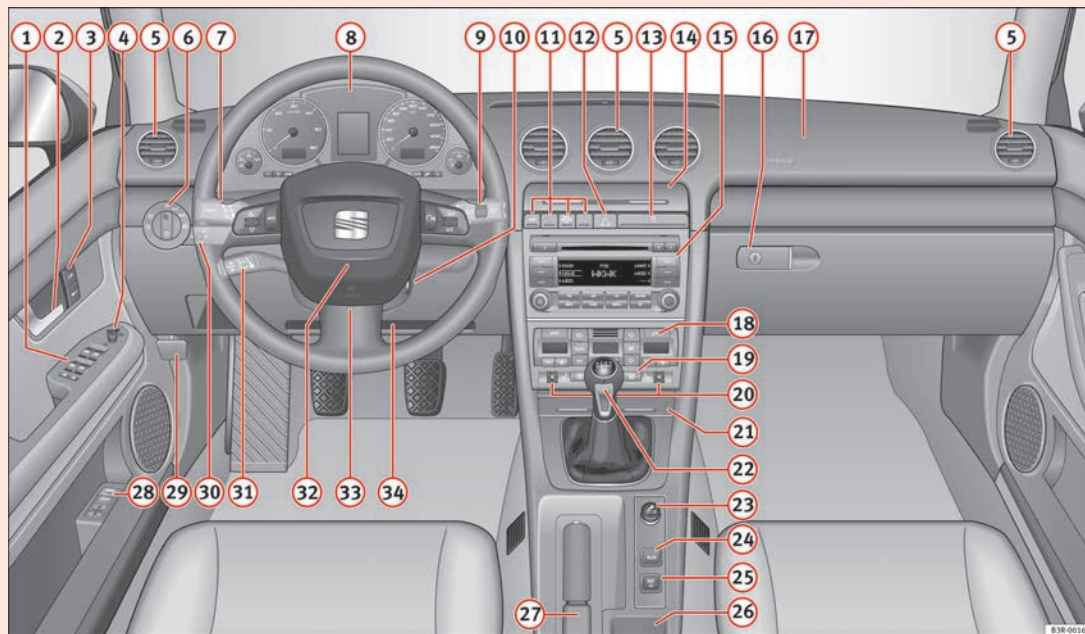

Abb. 36 Einige der gezeigten Instrumente oder Anzeigefelder gehören nur zu bestimmten Modellausführungen oder sind Mehrausstattungen.
- Bei Fahrzeugen mit Rechtslenkung\* weicht die Anordnung der Bedienelemente zum Teil von der in **⇒ Abb. 36** gezeigten Anordnung ab. Die Symbole, die die Bedienelemente markieren, sind jedoch gleich. ■